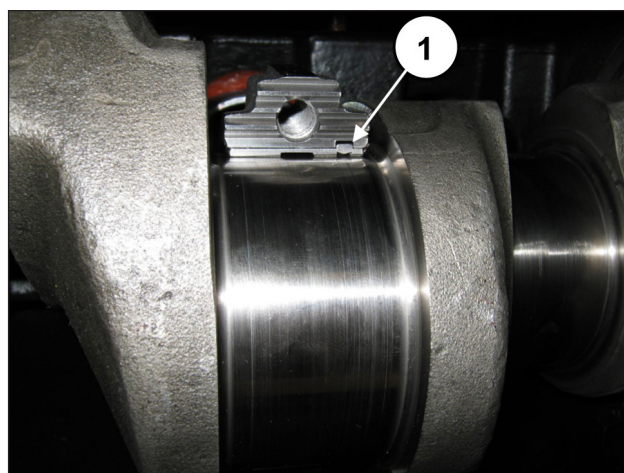

Fig. 66
**Per un corretto montaggio dei semicuscinetti assicurarsi che la linguetta di riferimento dei semicuscinetti venga posizionata nell'apposito alloggiamento sulla semibiella (pos. ①, Fig. 66).**